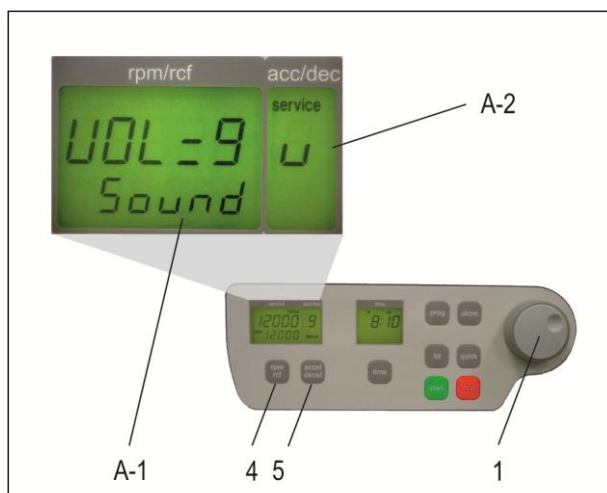

Abbildung 6
Öffnen Sie wie unter Punkt 1.8.2 beschrieben das Menü „Grundeinstellungen“. Danach drücken Sie die Taste „accel/decel“ (5). Im Anzeigenfeld „accel/decel“ (A-2) blinkt der Schriftzug „service“. Wählen Sie nun mit dem Einstellregler (1) den Buchstaben „U“. Daraufhin erscheint im Anzeigenfeld „rpm/rcf“ (A-1) der Schriftzug „Vol=0-9/Sound“. Nachdem Sie die Taste „rpm/rcf“ (4) gedrückt haben, kann mit dem Einstellregler (1) die gewünschte Lautstärke zwischen 0 (leise) und 9 (laut) eingestellt werden. (siehe Abbildung 6)